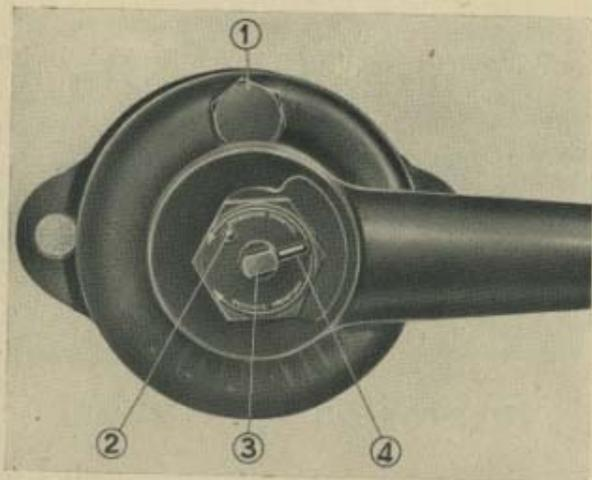

Fig. 32. - Ammortizzatore della sospensione posteriore.
Per aumentare l'azione frenante degli ammortizzatori girare verso destra (nel senso di rotazione delle lancette dell'orologio) il perno di regolazione (3); per diminuirla girare il perno stesso in senso contrario. (Vedi fig. 32).